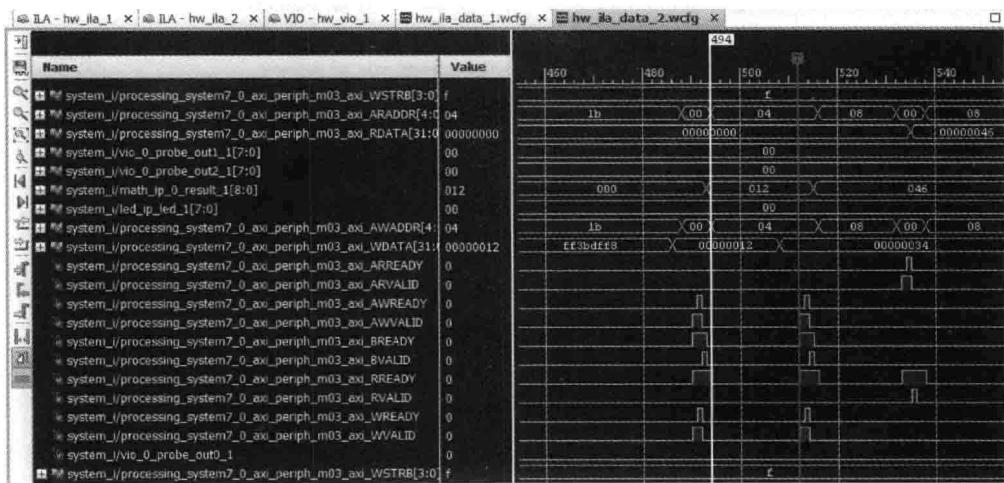

图 4.110 波形窗口
(31) 单击 Resume 按钮,继续执行程序,然后停在断点的位置。
(32) 如图 4.110 所示,将光标移动到靠近触发器点的位置。然后,单击 按钮。不断单击 Zoom In 按钮,查看触发点附近的活动行为。